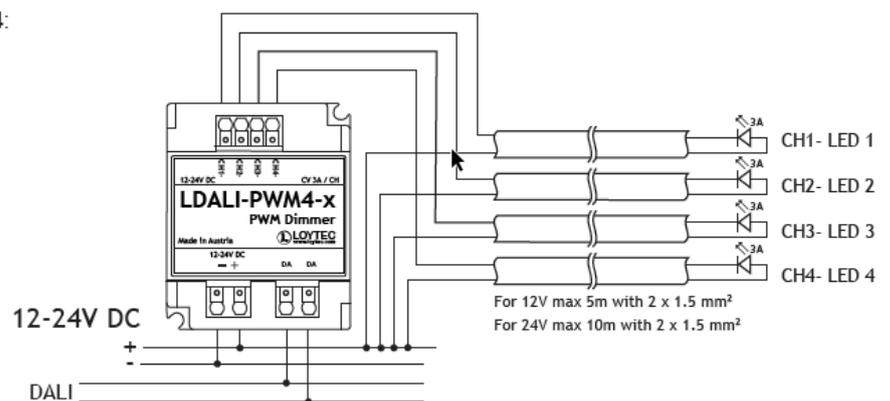
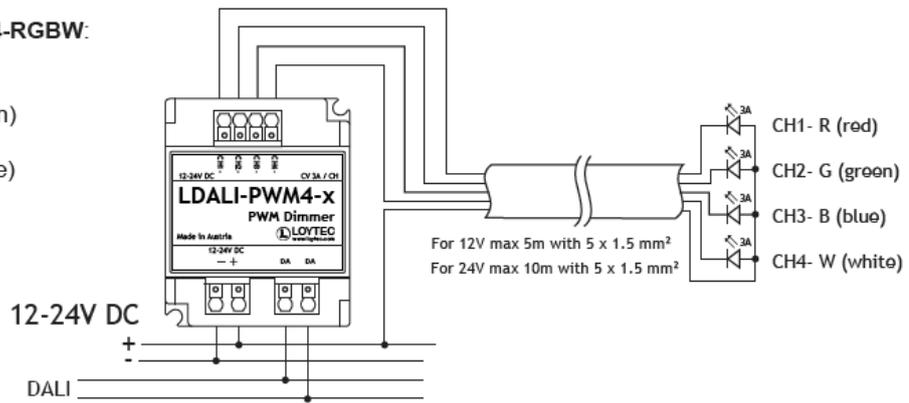

Abbildung 19: LDALI-PWM4 Verdrahtung
Abbildung 21: LDALI-PWM4-RGBW Verdrahtung
- Beachten Sie die Verdrahtungspläne in Abbildung 19 bis Abbildung 21. Verwenden Sie keine Einzelleiter für den Anschluss von LED-Streifen.